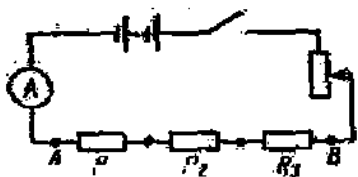
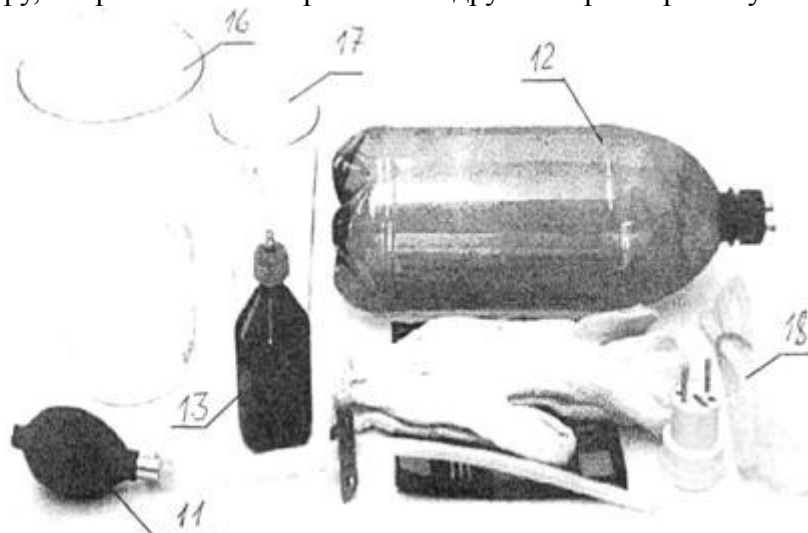

Рис. 1.
Рис.2. Принадлежности комплекса ЛКТ-9
4.1.1.Составить электрическую цепь по схеме, изображенной на рис. 1.
Общий вид комплекса ЛКТ-9 приведен на рис.1, принадлежности показаны на рис.2.